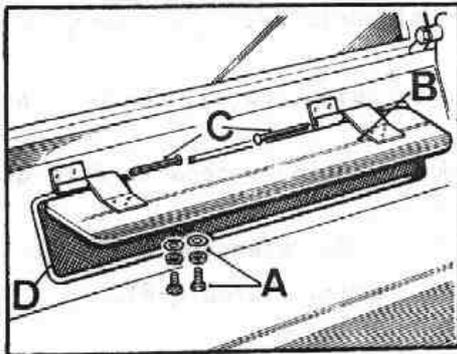

Fig. Q-37 Desmontaje de las clapetas
- 1.1. Soltar los elementos de fijación, A (Fig. Q-37) y separar la clapeta, D, del mando de accionamiento.
- 1.2. Extraer los pasadores, C (Fig. Q-37) de las bisagras de las clapetas, B, y retirar éstas.